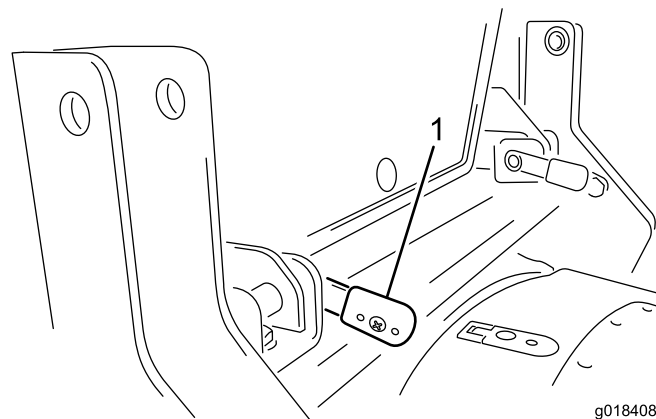

図 17
4. レバーが奥まで入ったら、レバーを後方に回してロックします（図 17）。